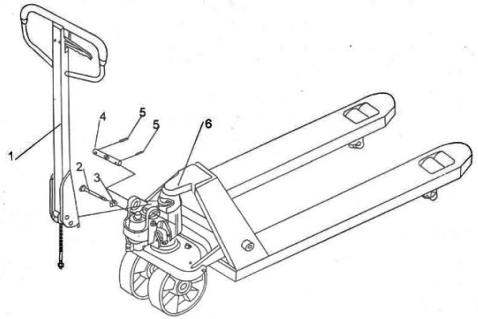

Fig. 5: Samling af trækstang
c) Tryk trækstangen nedad; tag stiften væk (2, fig. 5).
d) Sæt betjeningshåndtaget til 'løft'-position, hæв derefter løftepladen med stiften (2, fig. 5) og sæt justeringsbolten ind i spidsens forreste spalte.
e) Brug en hammer til at indsætte den anden skrue (5, fig. 5) i det andet hul på akslen.